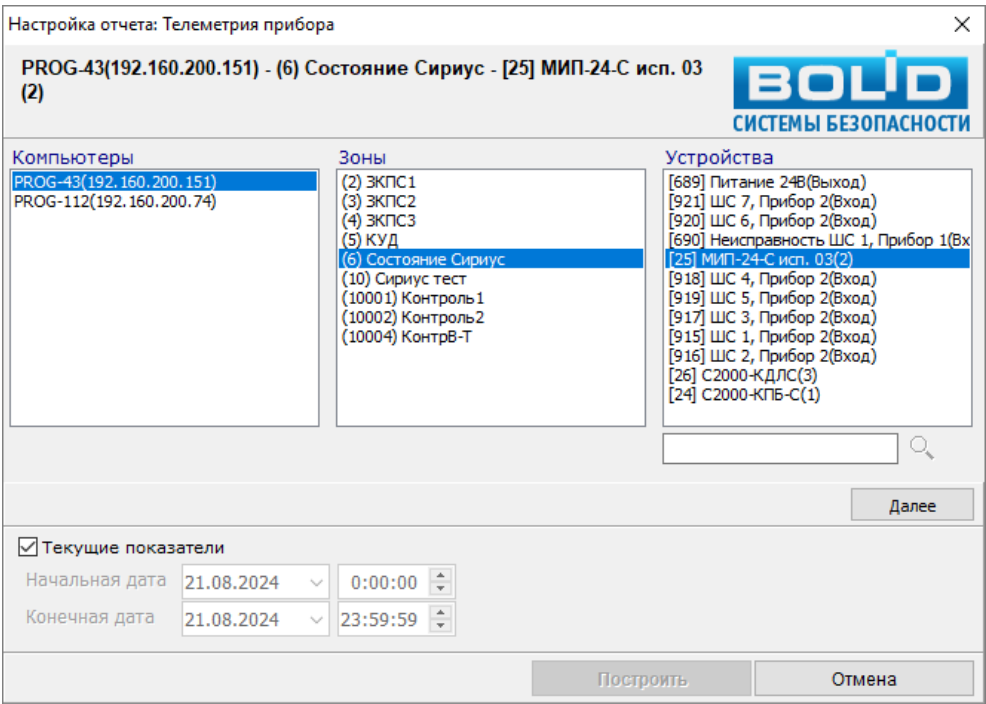
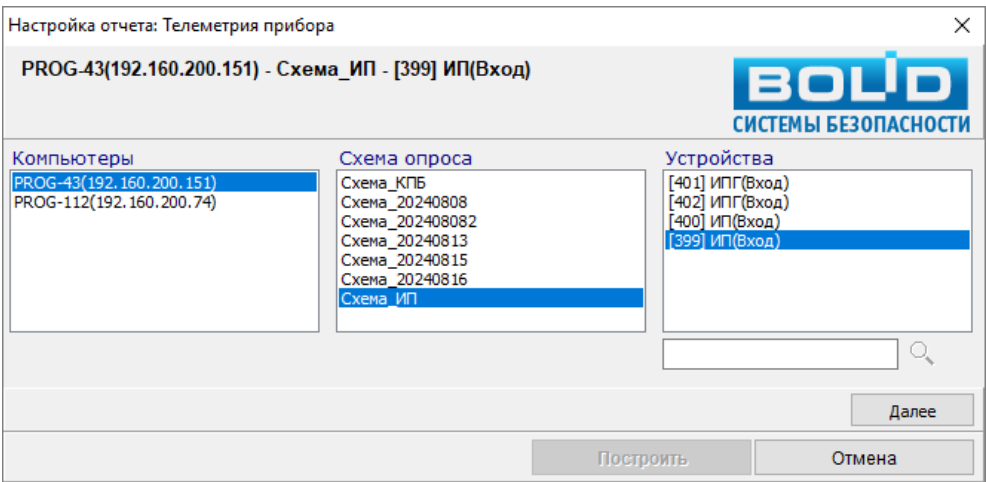

Рисунок 11-176 Страница выбора устройства окна настроек отчета "Телеметрия прибора" на основании общих данных
Рисунок 11-177 Страница выбора устройства окна настроек отчета "Телеметрия прибора" на основании данных по схеме ВСС
На этой странице отображаются поля (см. Рисунок 11-176, Рисунок 11-177), в которых необходимо по порядку (начиная с поля слева) выбрать необходимые для формирования отчета элементы. Описание полей приведено в таблице ниже (Таблица 11-23).
(1) Поле «Зоны» отображается на странице выбора устройства окна «Настройка отчета» при формировании отчета на основании общих данных сбора статистики (см. Рисунок 11-176).
(2) Поле «Схема опроса» отображается на странице выбора устройства окна «Настройка отчета» при формировании отчета на основании данных по схеме ВСС (см. Рисунок 11-177).